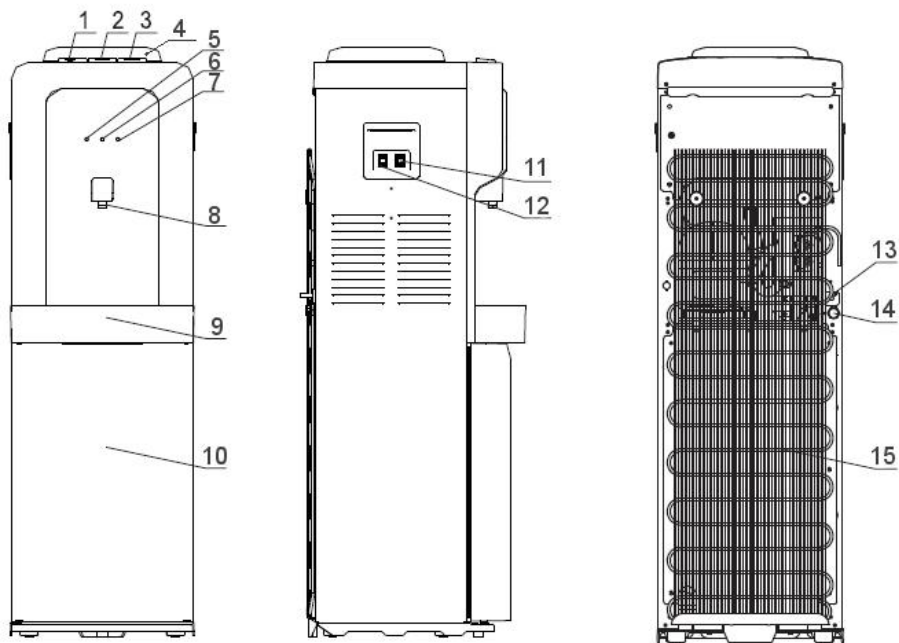

Рис.1. Схема аппарата V900 CS
3. Возьмите емкость для воды и слейте с краника холодной воды воду. Убедитесь, что горячая вода в аппарате остыла и только после этого слейте горячую воду с краника горячей воды. Остатки воды в системе необходимо слить, открыв пробку из отверстия для слива воды, расположенного на задней стенке аппарата (рис.1 - 14). Вставьте пробку обратно в отверстие для слива воды.
8. Через 5-6 часов слейте раствор из системы: слейте воду из краников холодной и горячей воды, остатки раствора слейте через отверстие для слива воды (рис.1 - 14). Вставьте пробку обратно в отверстие для слива воды.
9. Промойте аппарат чистой водой (необходимо залить в систему около 4 литров чистой воды и слить через краники горячей и холодной воды, отверстие для слива воды (рис.1 - 14)). При необходимости повторите процедуру. Вставьте пробку обратно в отверстие для слива воды.
5. Остатки воды в системе необходимо слить, открыв пробку из отверстия для слива горячей воды (рис.1 - 14).